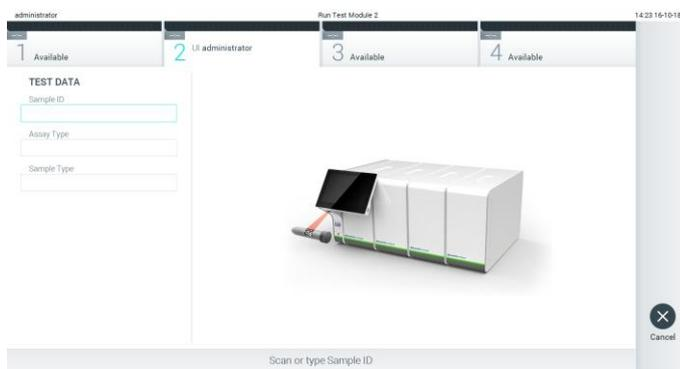

Figura 69. Digitalização do código de barras da Sample ID (ID da amostra).
2. Quando solicitado, digitalize o código de barras da Sample ID (ID da amostra), utilizando o leitor de código de barras integrado no módulo operacional (Figura 69).